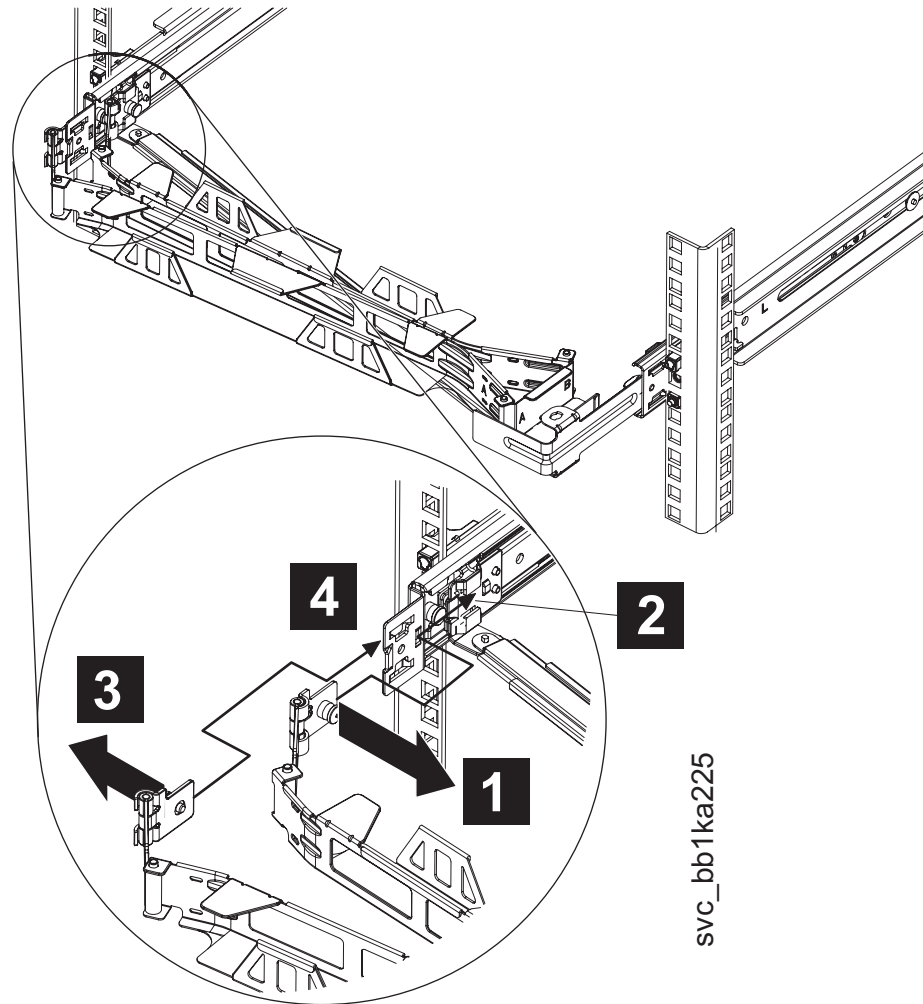

図20. SAN ボリューム・コントローラー 2145-CF8 サポート・アーム上のケーブル・マネジメント・アーム
- a. ケーブル・マネジメント・アーム・ピン (37 ページの図 20 の **1**) を引き抜き、ケーブル・マネジメント・アーム・タブ **2** をスライドさせてスライド・レールの内側のスロットにはめます。